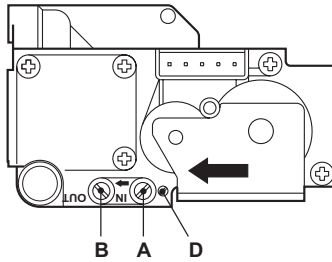

рис. 10 - Газовый клапан
- Подключите надлежащий манометр к контрольной точке измерения давления "B" рис. 10, расположенной после газового клапана
- Отрегулируйте минимальное давление с помощью регулировочного винта "D" рис. 10, поворачивая его по часовой стрелке или против часовой стрелки соответственно для уменьшения и увеличения давления.